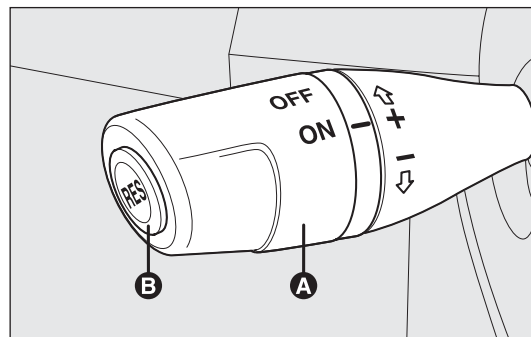

fig. 39
Ruotare il pomello A-fig. 39 in posizione ON.
- ☐ ruotare il pomello A-fig. 39 su ON e premendo il pedale dell'acceleratore portare la vettura alla velocità desiderata;
- ☐ premere il pulsante RES B-fig. 39.
- ☐ premendo il pedale dell'acceleratore; in questo caso il sistema non viene disinserito effettivamente ma la richiesta di accelerazione ha precedenza sul sistema; il cruise control rimane comunque attivo, senza necessità di premere il pulsante RES B-fig. 39 per ritornare alle condizioni precedenti una volta conclusa l'accelerazione.